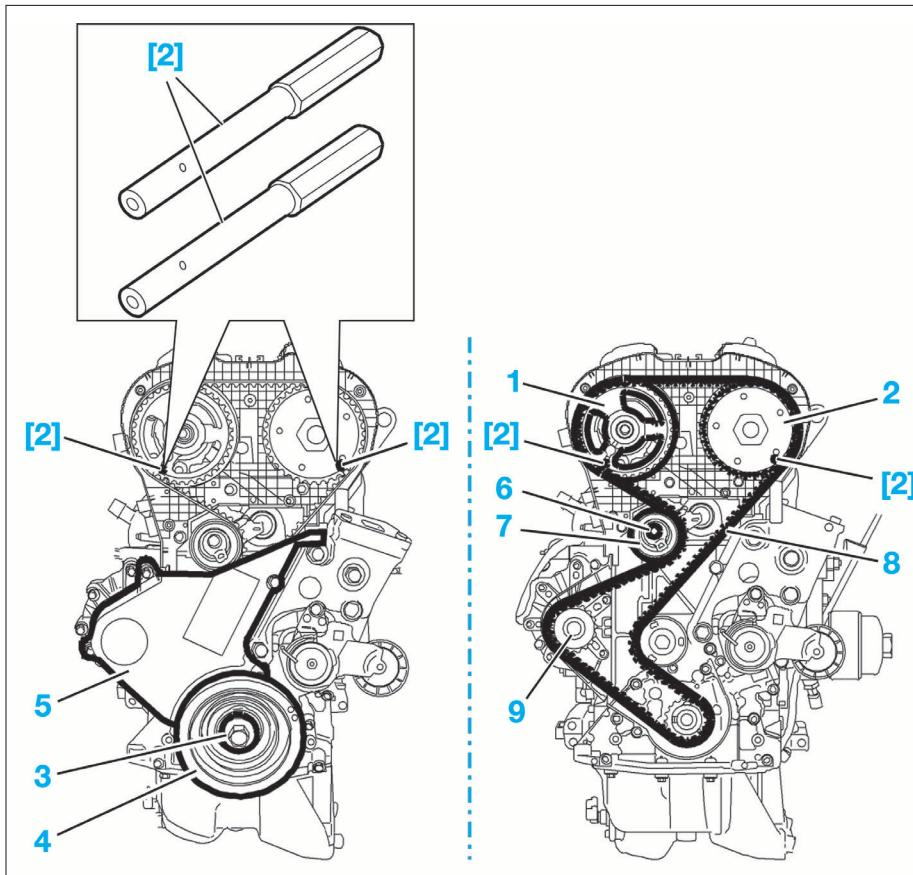
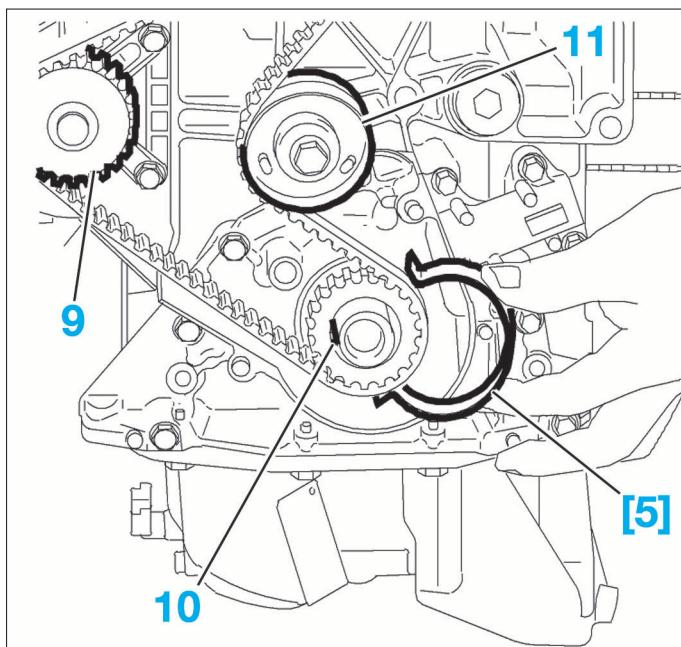

FIG. 33
FIG. 35
- Pige de calage des roues dentées d'arbres à cames [2] (Fig.33).
- Outil [5] de maintien de la courroie de distribution sur la roue dentée de vilebrequin (Fig.35).
- Piger les roues dentées d'arbre à cames d'échappement (1) et d'admission (2) à l'aide des outils [2] (Fig.33).
- la vis de la poulie (3)
- la poulie de vilebrequin (4)
- le carter inférieur de distribution (5).
- Desserrer la vis (6) du galet tendeur (7).
- Déposer la courroie de distribution (8).
- la roue dentée de vilebrequin (10) et la maintenir avec l'outil [5] (Fig.35)
- galet enrouleur (11)
- la roue dentée d'arbre à cames d'admission (2) (Fig.33)
- la roue dentée d'arbre à cames d'échappement (1)
- la pompe à eau (9) (Fig.35)
- Desserrer la vis (6) du galet tendeur (7) (Maintenir le galet tendeur dans cette position à l'aide de l'empreinte hexagonale (12)).
- Reposer une vis neuve (3) pour la fixation de la poulie de vilebrequin (4) (Fig.33) à l'aide d'une clé équipée d'un secteur angulaire.